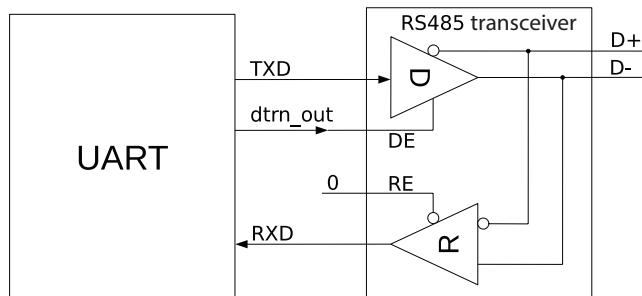

图 19-8. RS485 模式驱动控制结构图
如图 19-8 所示，RS485 两线 multidrop 系统中，需要一个外部 RS485 传输器实现单端信号与差分信号的转换。RS485 传输器包括一个驱动器 (D) 与一个接收器 (R)。当 UART 不作为发送器时，通过关闭驱动器 (D) 来断开与差分传输线的连接。DE 为 1 时，使能驱动器；DE 为 0 关闭驱动器。
DE 信号的控制分为软件控制和硬件控制两种方法。为减少软件的开销，DE 信号采用硬件来控制（软件仍能控制）。图 19-8 所示，DE 与 UART 的 dtrn\_out 相连（详见 19.4.9.1 小节）。